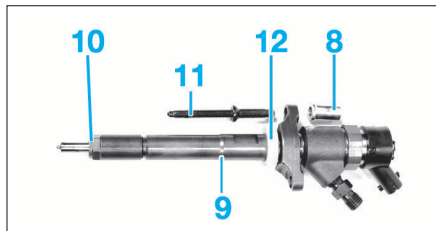

FIG. 47
- Déposer les écrous (8) (Fig.47).